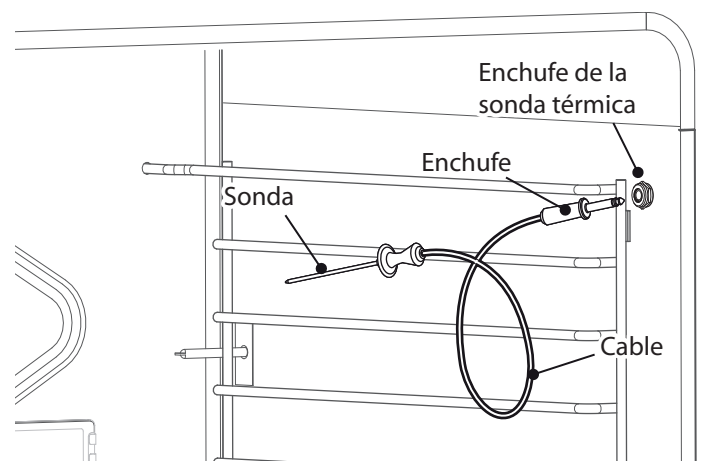

Figura 24: Sonda térmica
1. En la hornilla principal, o en la hornilla secundaria con algunos modelos, localice de la sonda (Figura 24).